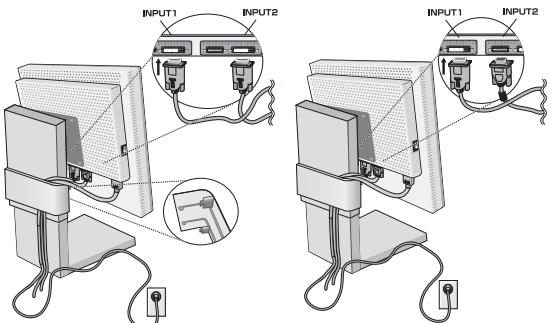

Figure C.1
3. Branchez le câble de signal DVI au connecteur situé à l'arrière du moniteur. Placez le câble de signal vidéo (**Figure C.1**). Connectez le VGA ou DVI à l'entrée 2.
NOTA : Une mauvaise connexion des câble peut nuire au fonctionnement, endommager l'affichage et nuire à la qualité de l'affichage du model LCD et/ou réduire la durée de vie utile du module. Rassemblez les câbles et rangez-les dans le support en fixant la gaine de câble. La gaine de câble peut être fixée à l'avant ou à l'arrière du support incliné (**Figure C.1, C.2**).
4. Connecter une extrémité du câble d'alimentation électrique sur l'arrivée CA située à l'arrière du moniteur et l'autre extrémité sur la prise de courant (**Figure C.1**).